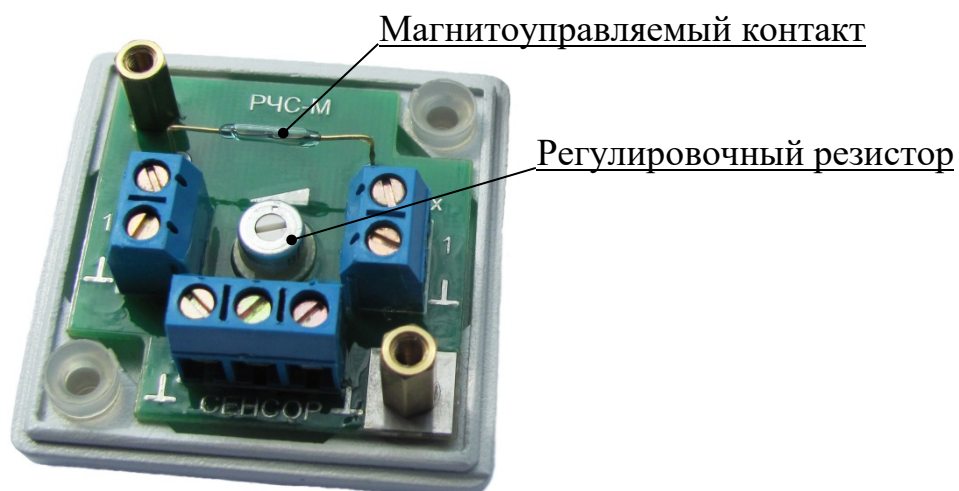

Рисунок 2.23
2.4.2.8.1 Индивидуальную регулировку чувствительности сенсора (при заданной чувствительности БОС) осуществляют с помощью РЧС-М. Резистор (рисунок 2.23) предназначен для регулировки (уменьшения) чувствительности подключаемого сенсора. Положение по часовой стрелке до упора соответствует максимальной чувствительности сенсора. Аналогично регулировку чувствительности сенсора осуществляют с помощью РЧС-Т (в соответствии с рисунком 2.25).
2.4.3.2.1 Снять крышку РЧС-М. Установить технологический магнит на магнитоуправляемый контакт (рисунок 2.23).
2.4.3.2.2 Установить регулировочный резистор (рисунок 2.23) в положение максимальной чувствительности - по часовой стрелке до упора, при этом сигнальный светодиод БОС может загореться.